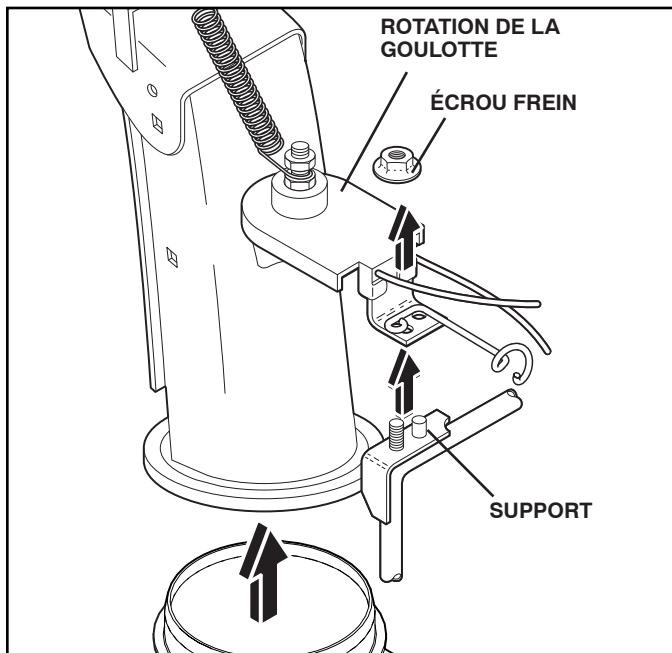

FIG. 21
2. ENLEVER LA GOULOTTE D'ÉVACUATION – Desserrer le contre-écrou qui retient la tête de rotation de la goulotte au support de montage. Desserrer-la juste assez pour permettre à la tête de rotation de la goulotte d'être surélevée et que la goulotte d'évacuation puisse être enlevée de sur la souffleuse à neige. Voir la Fig. 21.